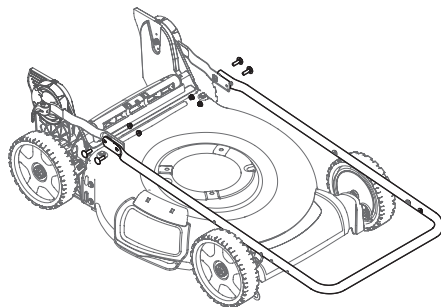

Figure 8
4. Utilisez les quatre boulons de carrosserie et les écrous retirés à l'étape 1 pour fixer les deux parties du guidon. Serrez bien la quincaillerie (Figure 8).